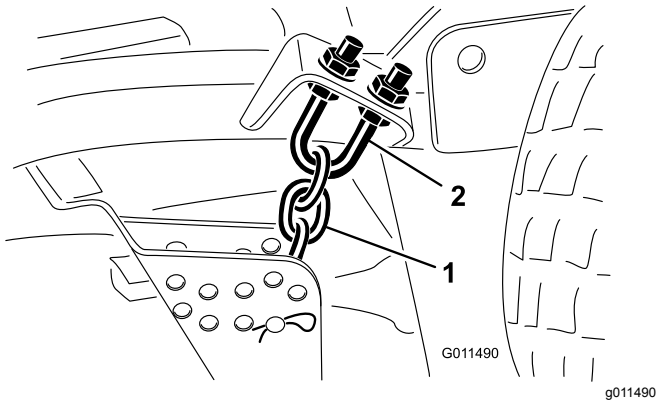

Figure 108
1. Desserrez les écrous de blocage en haut ou en bas de l'étrier fileté de la chaîne de hauteur de coupe (Figure 108).